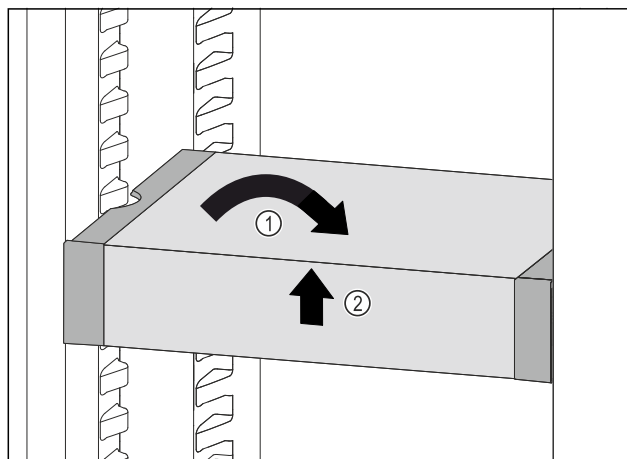

Fig. 214
- VarioSafe postavte rovně. Fig. 214 (1)
- VarioSafe vpředu zvedněte. Fig. 214 (2)